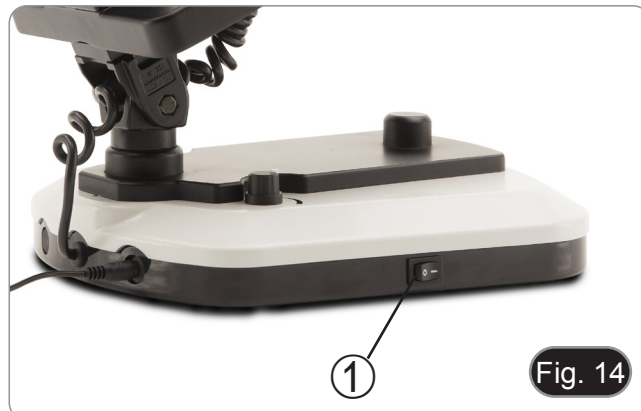

Fig. 14
1. Réglez l'interrupteur principal ① (situé sur le côté gauche de la base) sur la position "I" pour alimenter la base. (Fig. 14)